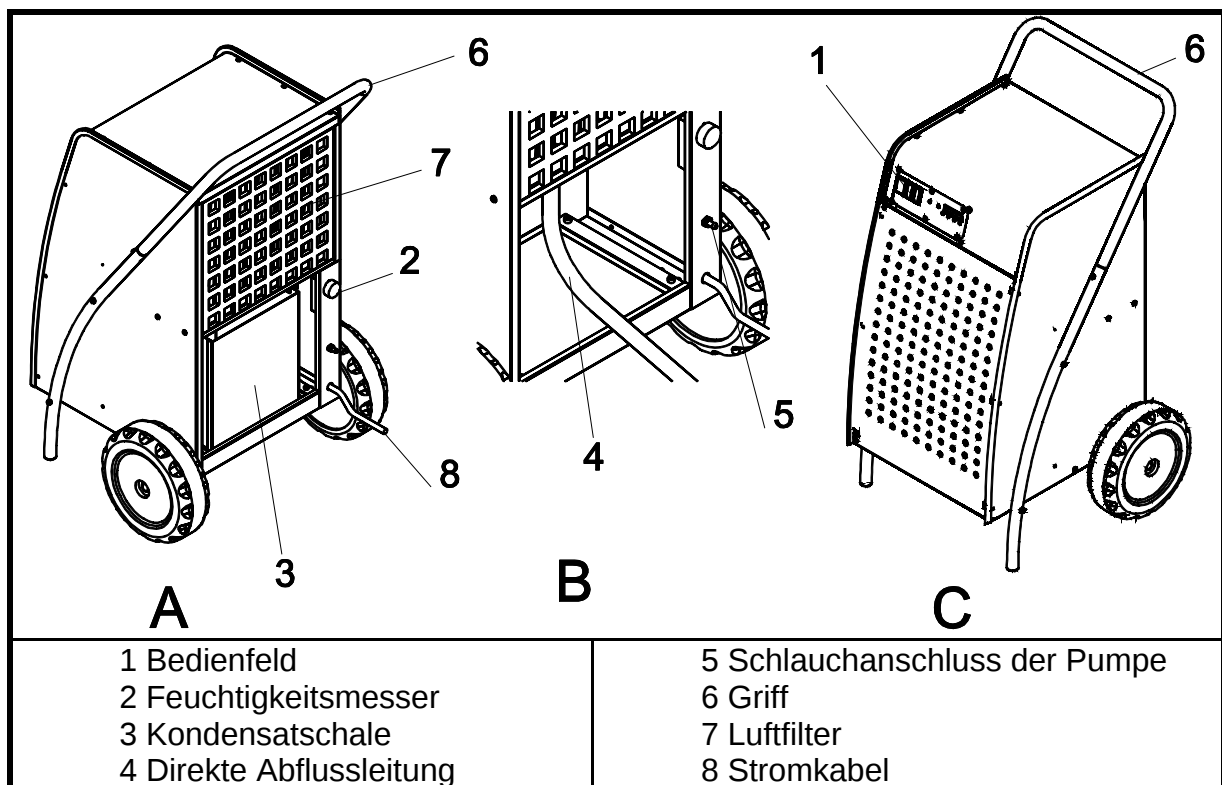

Abb. 3 Ansichten
wird dann durch den Verflüssiger 3 geleitet, wo sie sich durch die vom Kondensationsprozess des Kühlgases kommenden Wärme und die vom Verdichter 1 sowie in geringerem Maße vom Lüfter 4 ausgestoßene Wärme erhitzen. Dann tritt die Luft aus dem Entfeuchter bei einer Temperatur aus, die höher ist, als die, mit der sie zugeführt wurde. Die Temperatur steigt um etwa 5°C. Durch die ständige Zirkulation der Luft im Gerät verringert sich ihre Feuchtigkeit und wird eine schnelle und schrittweise Entfeuchtung gewährleistet. In den nachfolgenden Abschnitten wird im Detail die Aufgabe aller in Abbildung 2 genannten Bauteile behandelt. Die Abb. 3 zeigt eine Außenansicht des Gerätes mit der Position der wichtigsten
Das Gerät wird verpackt in einem ITM Originalkarton auf einer Holzpalette angeliefert, zum leichteren Transport und Handling. Im Kartoninneren befindet sich der Handgriff mit Schrauben (Fig.3, 6) und die Bedienungsanleitung.
- Im Falle der direkten Ableitung des Kondenswassers mittels eines Schlauches (4; Bild 3) muss sichergestellt sein, dass ein natürliches Gefälle besteht (Niveau Schlauchanschluss höher wie Abflussöffnung). Bei Nichtbeachtung kann es zu einem Rückstau kommen und das Gerät kann voll Wasser laufen. Bei Geräten der Serie EFT PLUS mit der als Zubehör lieferbaren Kondensatpumpe kann dieser Effekt nicht eintreten. Hierzu muss am entsprechenden Schalter die Funktion ‚Pumpe‘ eingeschaltet werden und am vorgesehenen Schlauchanschluss ein Gummiabflussschlauch in ausreichender Länge befestigt werden (5; Bild 3).
- Die gewünschte relative Luftfeuchtigkeit am Feuchtigkeitsregler Abb.3 u. 4 einstellen.